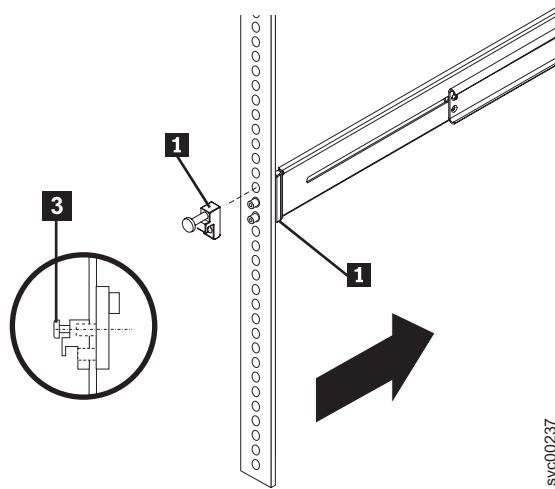

図 49. ラッチ受け座をスライド・レール前面から取り外す方法
1. 左側背面の取り付け用フランジから、図 49 に示すように、拘束ねじ **3** およびラッチ受け座 **1** を緩めて外し、スライド・レール **2** を解放します。同じ方法で、右側背面の取り付け用フランジから拘束ねじを緩めて外し、もう一方のスライド・レールを解放します。